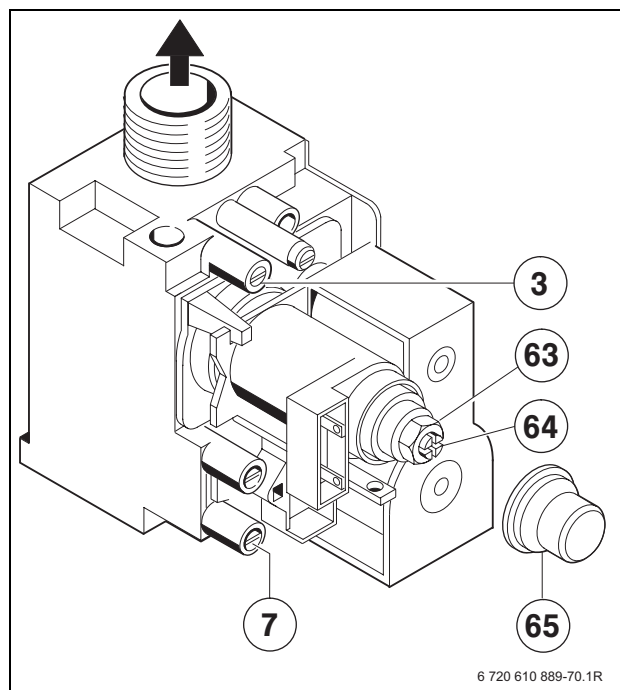

Fig. 32 Valvola gas
- Asportare il sigillo (→ Fig. 32) per accedere alle due viti di regolazione gas.
- Per la portata nominale (l/min), rilevare il valore dalle tabelle a pagina 35. Operando con il dado di regolazione gas (63), regolare la portata gas controllando la quantità di gas passante dal contatore. Ruotando in senso orario, la portata del gas aumenta, ruotando in senso antiorario diminuisce.